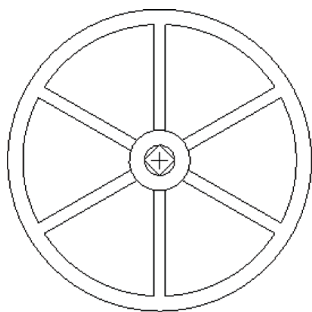

图 4-11 打开模型文件
STEP 01 单击快速访问工具栏中的“打开”按钮, 打开模型文件, 如图 4-11 所示。